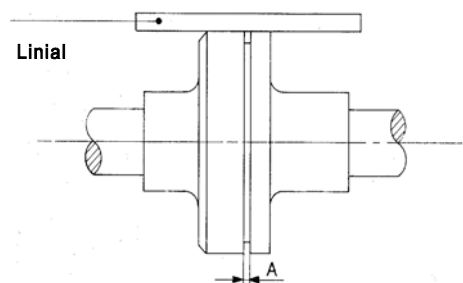

Fig. 2: Opretning af kobling
2.2 OPRETNING AF KOBLING (SE FIG. 2)